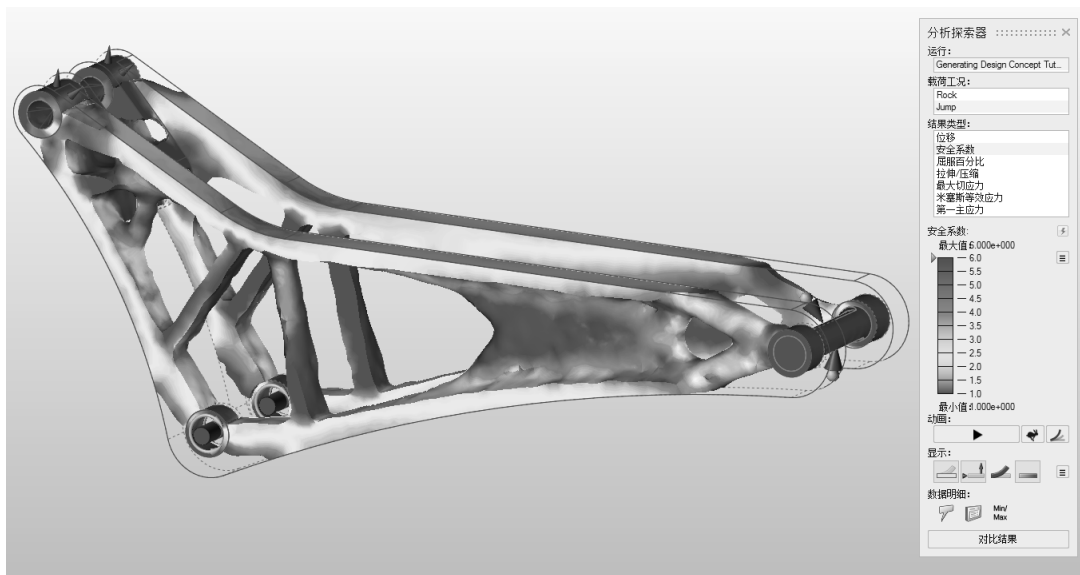

图 10-9
2) 在分析探索器的载荷工况下, 选择 **Jump** 载荷工况。模型中的粉色区域即为受到应力作用的区域, 如图 10-9 所示。